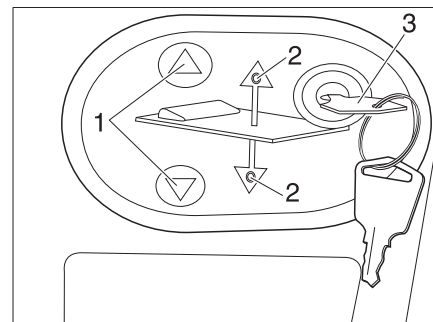

Bild 164 Bedienpanel für elektrisches Hubbett
- Schlüssel (Bild 164,3) in das Bedienpanel stecken.
- Auf Taste  oder  (Bild 164,1) drücken und gedrückt halten. Die jeweilige LED (Bild 164,2) leuchtet und das Hubbett senkt oder hebt sich.
- Wenn die gewünschte Position erreicht ist, Taste  oder  (Bild 164,1) wieder loslassen. Die jeweilige LED (Bild 164,2) erlischt.
- Schlüssel (Bild 164,3) abziehen.